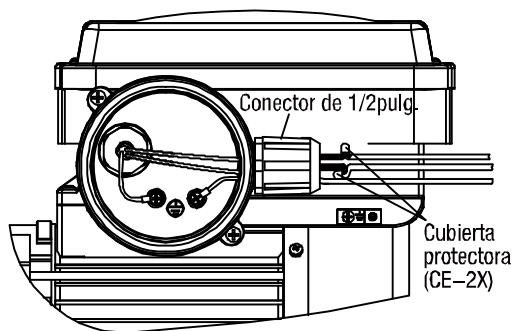

FIGURA 3
- ☐ Instale el conector de 1/2" en la caja de terminales. Instale el cable de puesta a tierra en la varilla de tierra con alicates de engarce multifunción para conectar dos cables con dos tapas de cables. (FIGURA 3)